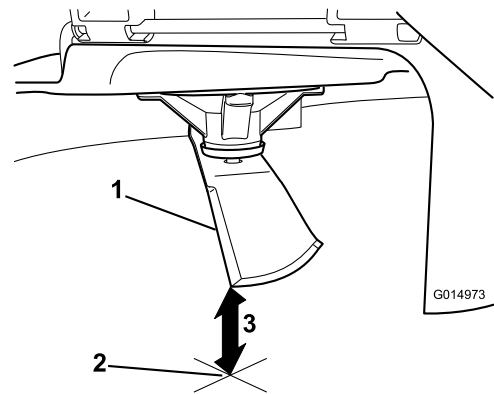

Figura 108
5. Mida desde la punta de la cuchilla hasta la superficie plana (Figura 108).